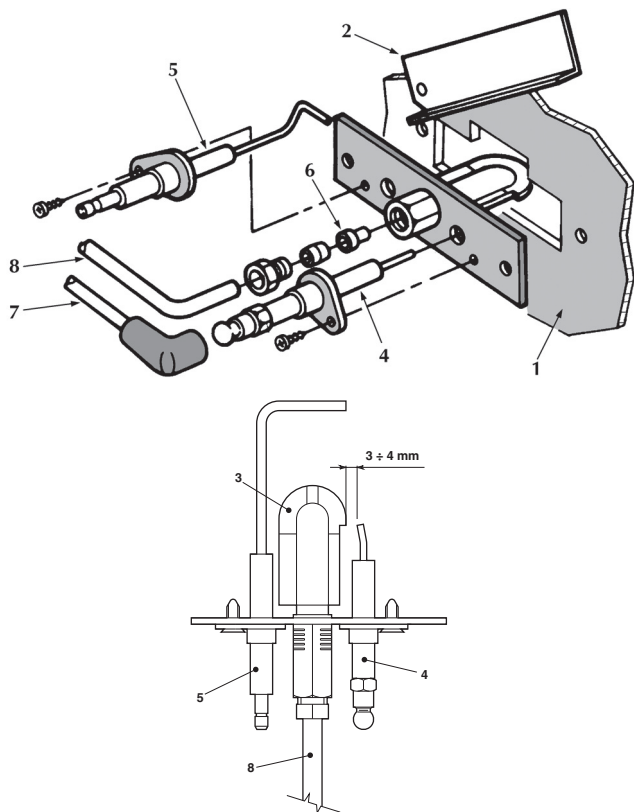

fig. 10 - Bruciatore pilota
- Gli elettrodi devono essere liberi da incrostazioni e correttamente posizionati (vedi fig. 10).
Dopo alcuni tentativi d'accensione, la centralina elettronica mette in blocco la caldaia.	<ul style="list-style-type: none"> Pulire con aria compressa gli ugelli dei bruciatori pilota. Controllare che l'arrivo del gas alla caldaia sia regolare e che l'aria sia stata eliminata dalle tubazioni. Controllare che gli elettrodi siano correttamente posizionati e senza incrostazioni (vedere fig. 10). Verificare che la caldaia sia allacciata ad una buona connessione di terra. Controllare i collegamenti agli elettrodi d'accensione e di ionizzazione.
In fase d'accensione, non avviene la scarica tra gli elettrodi.	<ul style="list-style-type: none"> Controllare che gli elettrodi siano correttamente posizionati e senza incrostazioni (vedere fig. 10). Termostato di regolazione regolato troppo basso. Controllare l'alimentazione elettrica. Controllare i collegamenti agli elettrodi d'accensione e di ionizzazione. Controllare i collegamenti alla centralina elettronica di controllo fiamma. Verificare che non siano invertiti FASE-NEUTRO e che i contatti alla massa siano efficaci. Verificare la pressione del gas in entrata e eventuali pressostati gas aperti. Riarmare il termostato di sicurezza. Assicurarsi che il termostato ambiente sia chiuso.